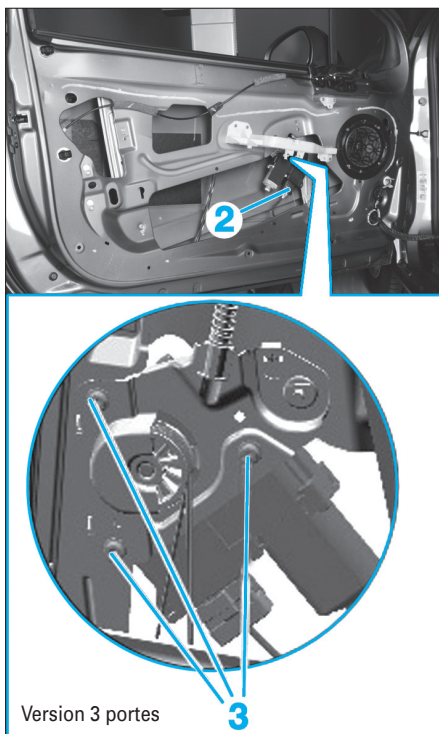

Fig. 106
- Débrancher le connecteur (2) (Fig.105) ou (Fig.106).
- Déposer les vis (3) (Fig.105) ou (Fig.106).